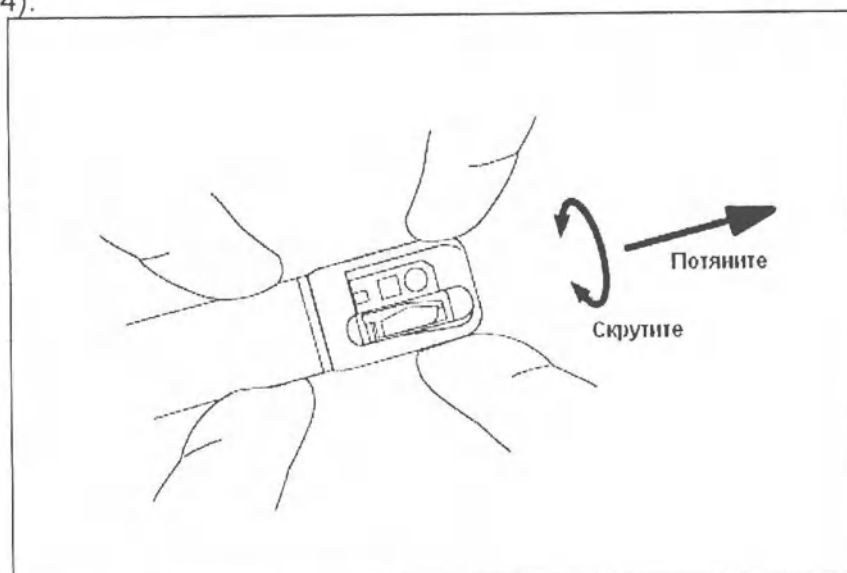

Рисунок 3.24
10. Потяните дистальную крышку с небольшим усилием и убедитесь, что дистальная крышка и дистальный конец эндоскопа не отделяются. (Смотрите Рисунок 3.24).
11. Скрутите слегка дистальную крышку в обоих направлениях и убедитесь, что дистальная Крышка и дистальный конец эндоскопа не отделяются (смотрите Рисунок 3.24).